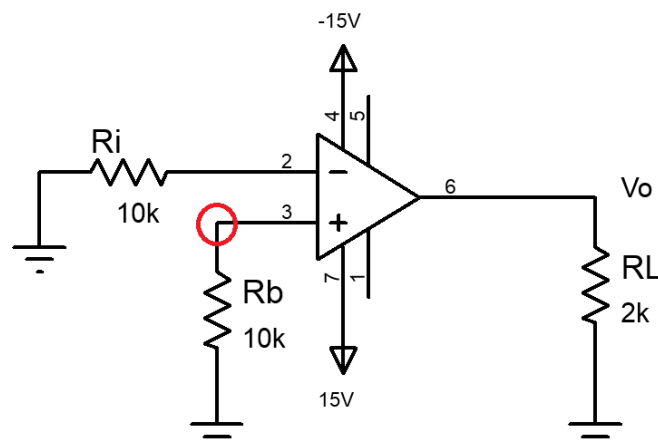

Figura 7. Interferência da rede. Adaptado de [3].
- Montar o circuito da figura 7.